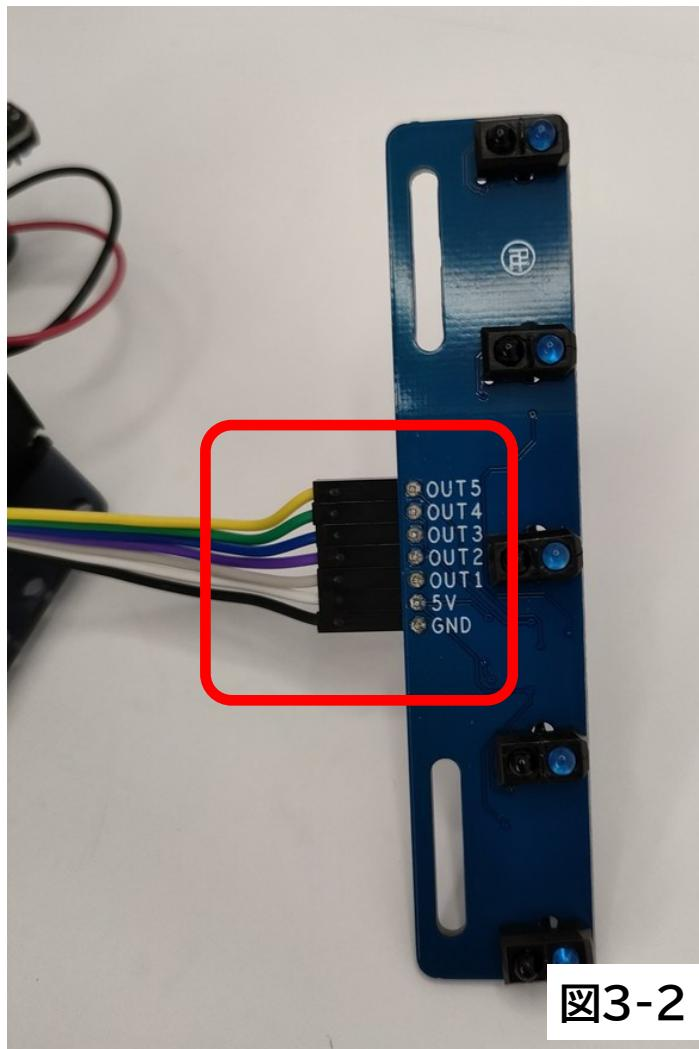

図3-2
- 図3-2では上から黄色、緑、青、紫、灰色、白、黒になっておりますがこれはあくまで例であり、指定ではありません。